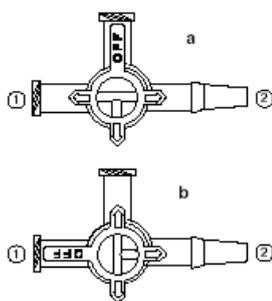

図 4
- 3) アームの走行を適切に整えながら、スタビライザー部分の吸引面を心臓表面の目的の設置位置に静かに合わせ、吸引チューブのストップコックを操作して吸引をオンにする。(図 4 の a を参照)
- 1) スタビライザーを設置部位から取り外す際は、術者の手で心臓とアーム及びスタビライザー部分を保持した状態で吸引チューブのストップコックを操作し、吸引をオフにする。(図 4 の b を参照)